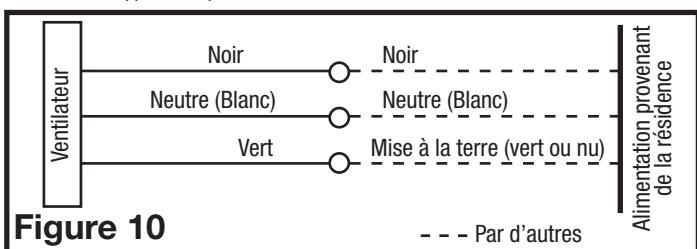

Figure 10
2. De là où vous avez accès à l'intérieur de la boîte de jonction du ventilateur, connecter le fil Blanc provenant de la résidence au fil Blanc du réceptacle du ventilateur. Connecter le fil Noir de l'interrupteur mural au fil Noir du réceptacle du ventilateur. Connecter le fil de mise à la terre provenant de la résidence au fil Vert du réceptacle du ventilateur (**Figure 10**). Utiliser des méthodes approuvées pour toutes les connexions.